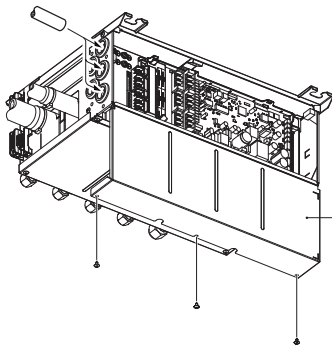

Fig. 8-5
8.1. Quando utilizar uma canalização de electricidade (Fig. 8-5,6,7)